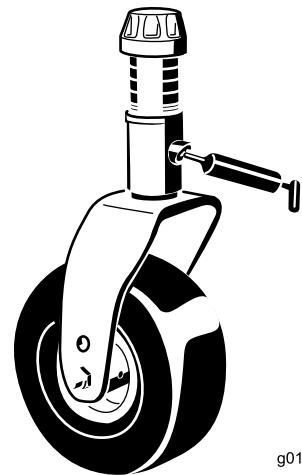

図 80
- ・ キャスタフォークのシャフトのベアリング2ヶ所 図 80